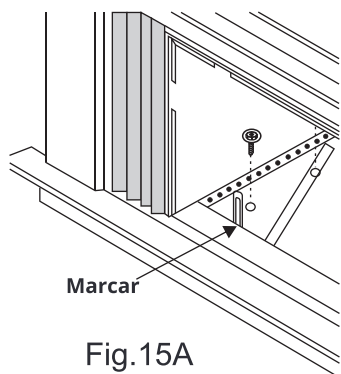

Fig.15A
1. Sostenga cada soporte de soporte contra el exterior del umbral y apretado contra la parte inferior del gabinete como se muestra en la Fig.15A. Marque los soportes en el nivel superior del umbral y retírelos.